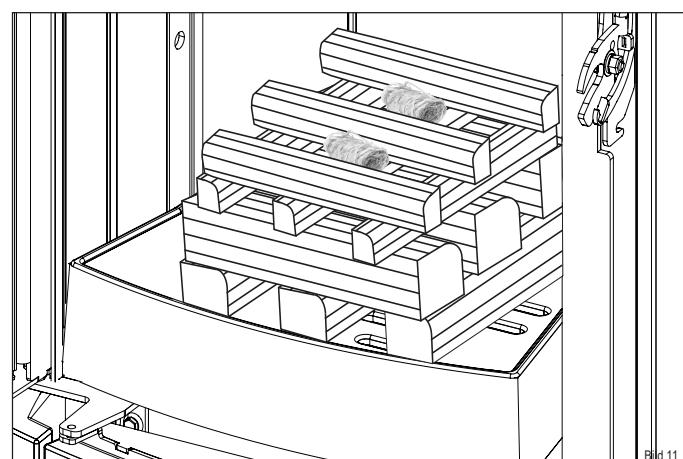

Bild 11
- Platzieren Sie die Holzscheite mittig auf dem Gußrost im Feuerraum (Bild 11):
- die ersten 3 (1) in Längsrichtung zur Feuerraumscheibe
- die nächsten 3 (1) quer darüber
- die nächsten 3 (2) längs darüber
- die nächsten 3 (2) quer darüber
- die Anzündhilfe (3) mittig zwischen die oberen Holzscheite